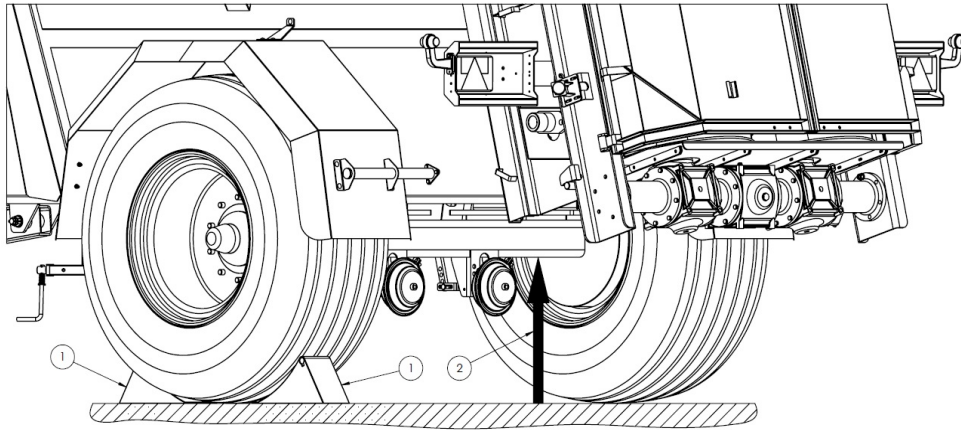

Abbildung 28. Hebepunkte für den Heber
Wenn es notwendig ist, das Rad zu demontieren, verwenden Sie die Hebepunkte (2) unter der Achse. Die Position des Hebers ist in Abbildung 28 dargestellt. Die Sicherungskeile (1) nur unter ein Rad legen.